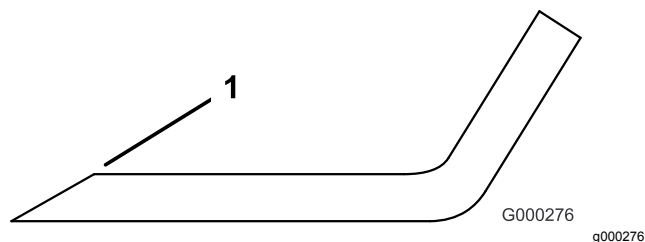

Рисунок 69
1. Заточите режущие кромки на обоих концах ножа (Рисунок 69).